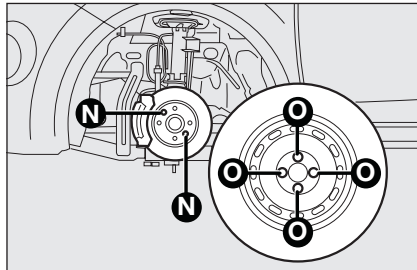

fig. 7
- ☐ installez la petite roue de secours en alignant la broche **N**-fig. 7 avec l'un des orifices de roue **O**;